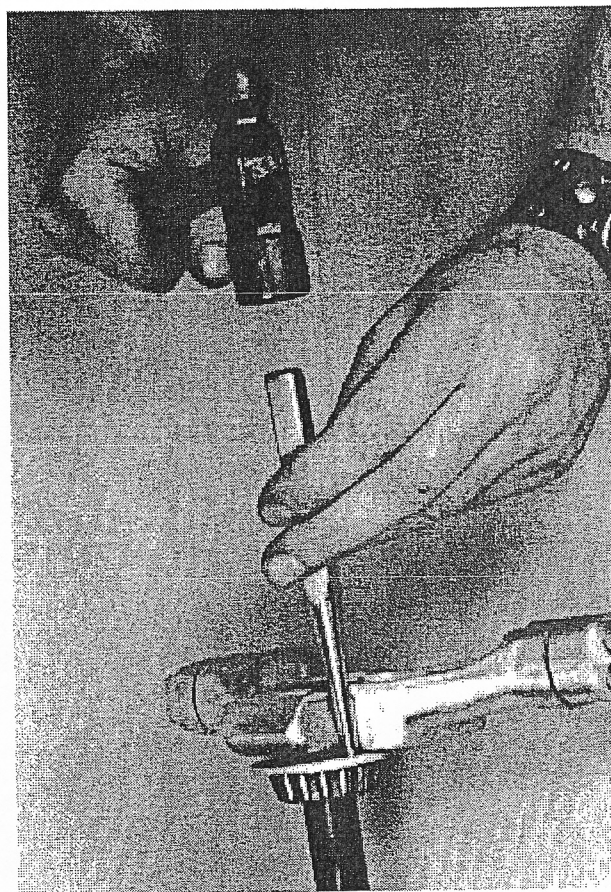

FIG. 163
15. El anillo interno, la jaula y las bolas del rodamiento inferior se quedarán en el eje de dirección junto a la tija inferior. Si necesitas cambiar este rodamiento, pon la tija boca abajo y saca el rodamiento golpeándolo con un cincel grande o con un punzón alternativamente en un lado y el otro de la cazoleta guardapolvo, hasta que salga por completo del eje de dirección (Fig. 163)